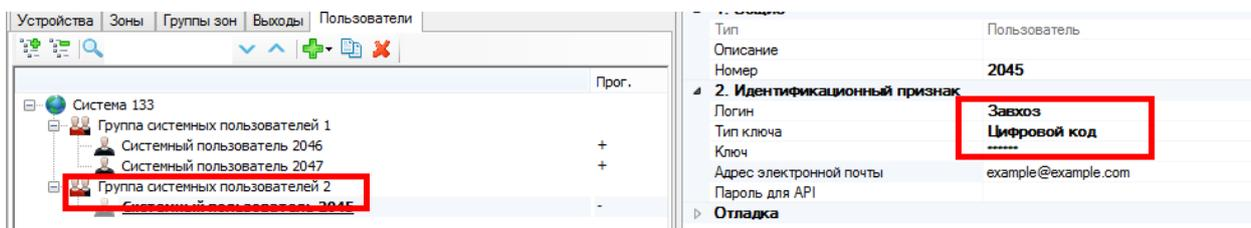
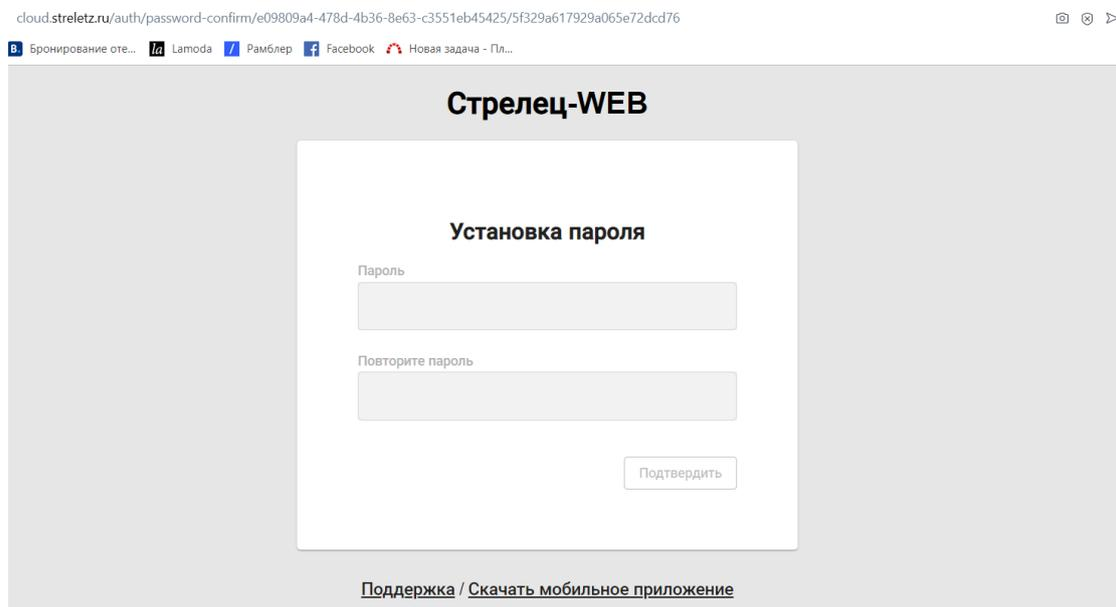
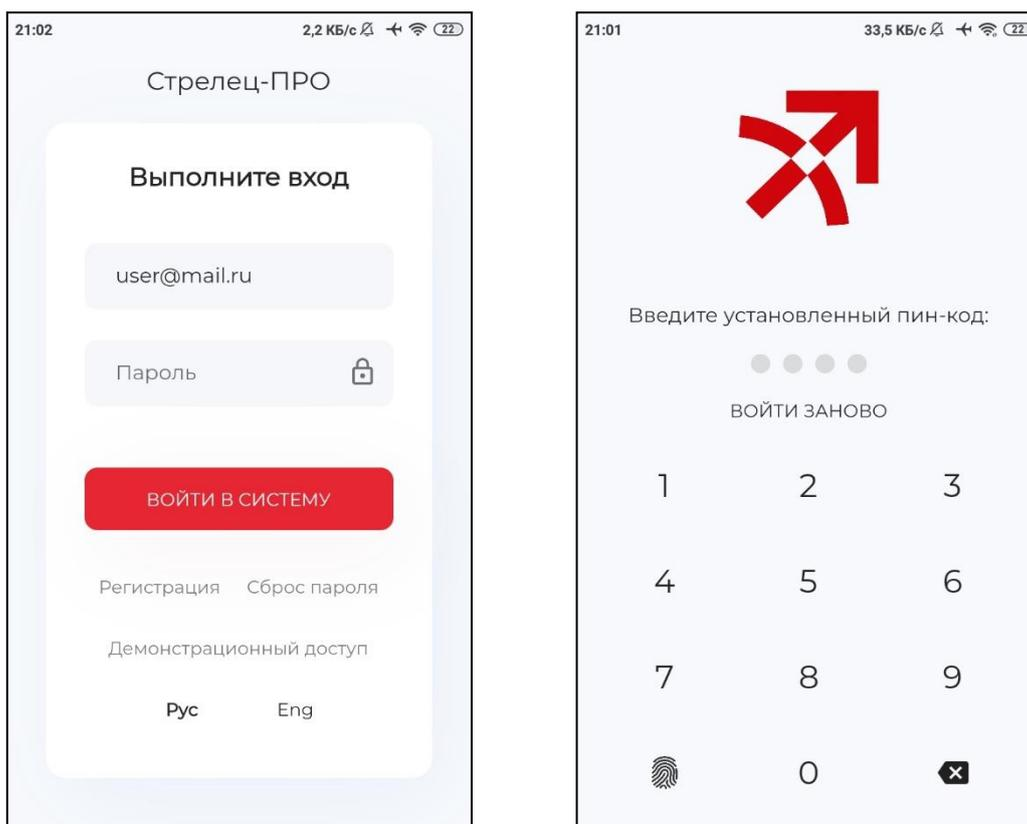
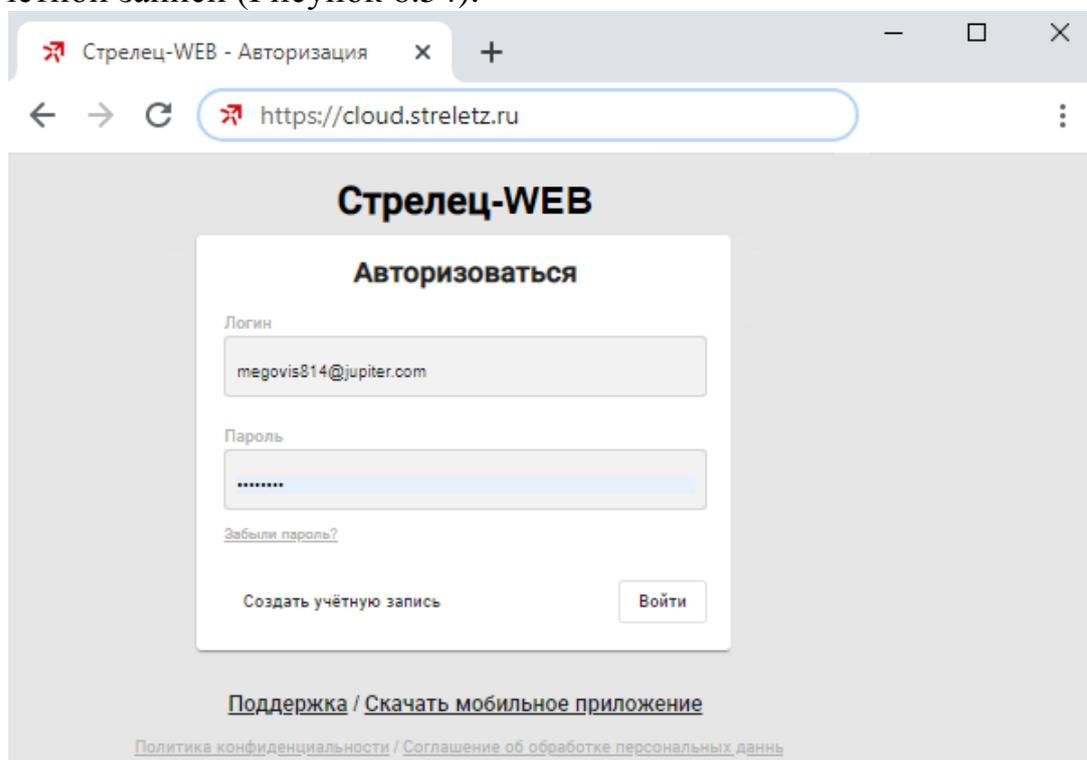

Рисунок 6.49
Рисунок 6.54
Рисунок 6.55
Рисунок 6.56
- Задать для пользователя Цифровой Ключ или ключ Proximity и адрес электронной почты (Рисунок 6.49).
- Необходимо перейти по ссылке (или скопировать её в браузер) и задать пароль пользователя (Рисунок 6.54).
- В первый раз после регистрации необходимо войти в мобильное приложение (Рисунок 6.55) и ввести свой логин (e-mail, указанный при загрузке системы в облако, см. Рисунок 6.49) и пароль, заданный при регистрации учетной записи (Рисунок 6.54). В дальнейшем можно будет настроить вход по пин-коду или отпечатку пальца.
- В окне авторизации (Рисунок 6.56) ввести логин (e-mail, указанный при загрузке системы в облако, см. Рисунок 6.49) и пароль, заданный при регистрации учетной записи (Рисунок 6.54).